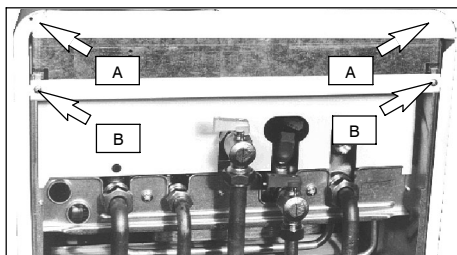

Fig. 7.1
- 1 Enlever les vis "A". Enlever le panneau de façade en le déplaçant vers le haut de manière à le dégager des crochets du haut (Fig. 7.1)
- 2 Dévisser les vis "B" (Fig. 7.1) et enlever les deux panneaux latéraux en les poussant vers le haut de manière à les dégager des crochets arrière.
- 3 Dévisser les vis "B" (Fig. 7.1) et enlever la plaque de protection du bas en la déplaçant vers l'avant de la chaudière.